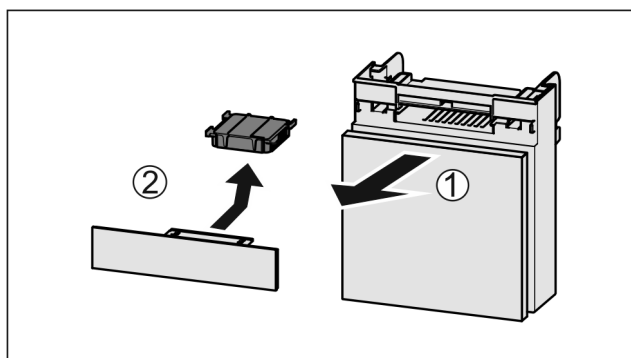

Fig. 38
- ▶ Estrarre il vano tirando in avanti Fig. 38 (1).
- ▶ Rimuovere il filtro a carboni attivi *Fig. 38 (2)*.